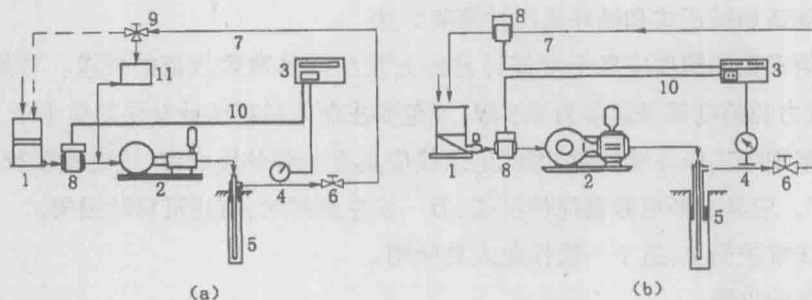

图 7-2-10 自动记录仪在循环式灌浆管路中的连接
(1)使用一个流量传感器,这种连接法如图 7-2-10(a),它的优点是可以节约一个流量传感器,较多地降低了记录仪的价格,记录质量基本可满足要求。缺点是储浆搅拌机至灌浆泵间的管路内浆液有时会沉淀,有时又通过流量计回流,使计量失准;同时回浆桶敞开,易人为改变流量数据;每隔一定时段,要进行浆液大循环(即回浆不进入回浆桶,直接进入储浆搅拌机),操作较复杂。
(2)使用两个流量变送器,其接法如图 7-2-10(b),它可以避免上述的多项缺点,不足之处是需用两个流量传感器,提高了记录仪的价格,同时对两个流量传感器性能的一致性要求较高。